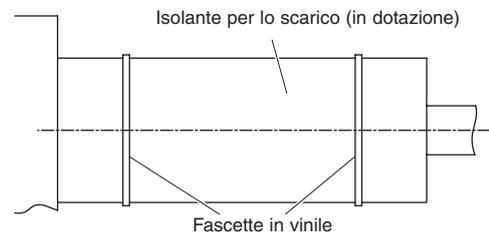

Fig. 3-64
(2) Dopo aver collegato nel modo corretto il tubo di scarico, avvolgere attorno al tubo la guarnizione e l'isolante del tubo di scarico in dotazione, quindi fissarli con le fascette in vinile in dotazione. (Fig. 3-64).